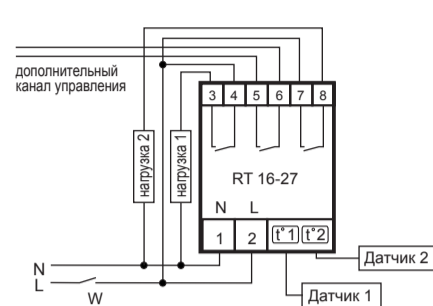
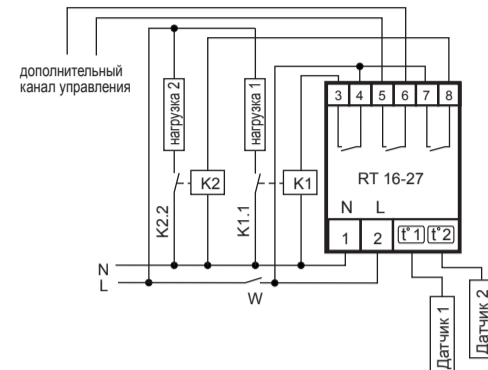

Рис. 2: схема подключения нагрузки мощностью до 2,6 кВт к устройству
Рис. 3: схема подключения нагрузки мощностью более 2,6 кВт к устройству
7.2. Если мощность нагрузки на один канал менее 1кВт, подключите нагрузки к изделию согласно рис.2. Для этого используйте одножильный или многожильный провод с двойной или усиленной изоляцией, сечением, соответствующим мощности нагрузки. Переменное фазное напряжение подается на контакты 2,4 и 7 изделия. Напряжение может подаваться через выключатель W или напрямую. Заземленная нейтраль N подключается к контакту 1 изделия и нагрузкам. Кроме того, нагрузки подключаются к контактам 3,8 изделия.
7.3. В случае, если мощность нагрузки более 1 кВт, то нагрузки подключаются к изделию через контакторы соответствующей мощности и проводом соответствующего сечения согласно рис.3.
8.7.1. Подключить нагревательный прибор к нормально-разомкнутым контактам реле согласно схеме (рис. 2 или рис. 3).